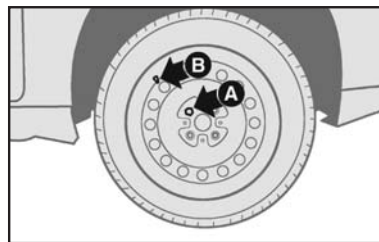
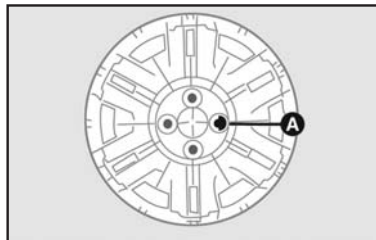

fig. 10
fig. 11
8) Atarraxar apenas um dos parafusos **A-fig. 10**, em correspondência com a válvula de enchimento **B-fig. 10**.
9) Colocar a calota, cuidando para que o furo maior com chanfro **A-fig. 11** coincida com o parafuso **A-fig. 10**.